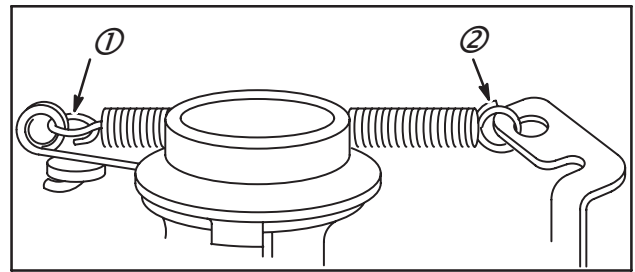

Fig. 8
ATTENTION : NE PAS utiliser de pince, au risque de déformer le ressort. Lorsqu'il est correctement installé, le ressort doit être positionné comme indiqué en Fig. 8, boucle (1) horizontale, extrémité du ressort dirigée vers le bas et boucle (2) verticale, extrémité du ressort pointée vers le moteur.